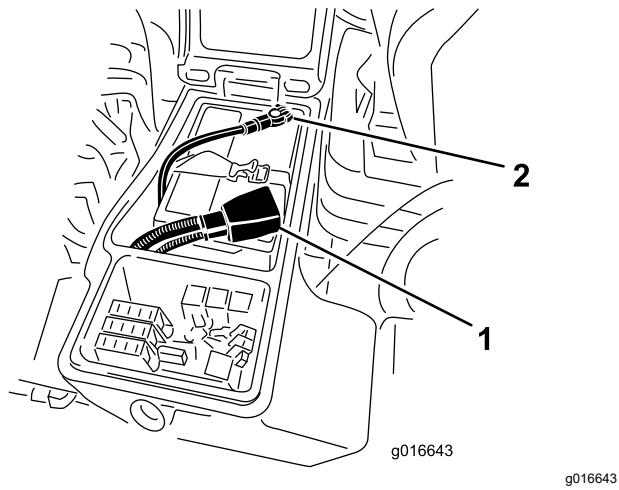

Figura 62
6. Instale o cabo positivo (vermelho) no terminal positivo (+) e o cabo negativo (negro) no terminal negativo (-) da bateria (Figura 62).